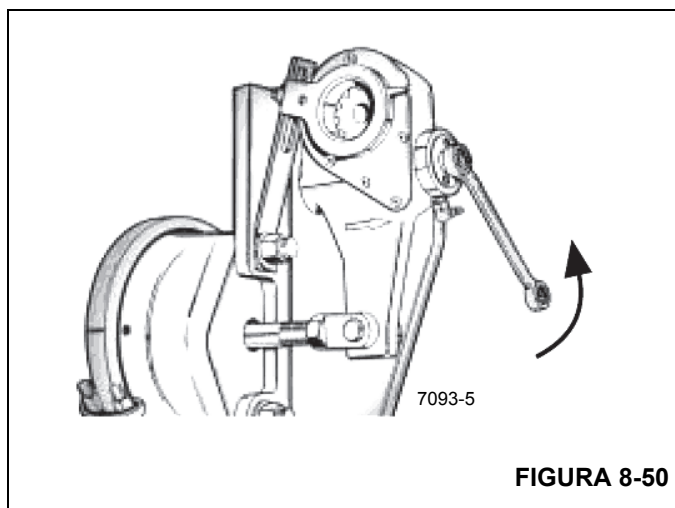

FIGURA 8-50
7. Gire o eixo de ajuste sextavado aproximadamente 1/8 volta na direção necessária e meça novamente o curso. Continue este processo até que o curso fique dentro dos limites. É necessário um torque mínimo de 17,6 Nm (13 lb-pé) para girar o eixo sextavado e superar a embreagem interna. Será ouvido um som de catraca. Não use uma chave de impacto nos parafusos sob o risco de dano interno (Figura 8-50).
8. Com os freios liberados, verifique o indicador de instalação (Figura 8-49 e Figura 8-50) para determinar o ajuste adequado.
9. Se o indicador de instalação não estiver corretamente posicionado, consulte a Figura 8-50. Solte o indicador de retenção do elemento de fixação no suporte de fixação, gire o indicador conforme necessário e reaperte o elemento de fixação.